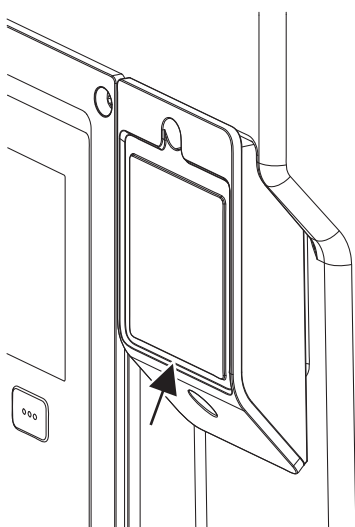

Fig. 32: Tapa para el módulo Wilo-Smart Connect BT
1. Afloje el tornillo de la tapa del módulo Wilo-Smart Connect (Fig. 32) y ábrala.
Debido a su diseño, el módulo Wilo-Smart Connect BT solo se puede colocar con una alineación concreta. El módulo no se fija de otro modo. La tapa del módulo Wilo-Smart Connect (Fig. 32) de la parte superior del módulo electrónico sujeta el módulo a la interfaz.